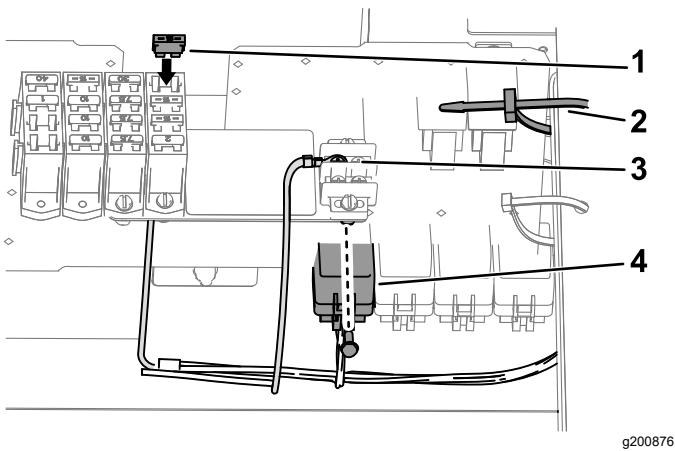

Bild 19
1. Fluchten Sie am Motorraumzweig (197 cm) des Kabelbaums das Relais mit dem 5-Buchsen-Stecker des Kabelbaums für das Finishingkit aus (**Bild 19**).
- Stecken Sie die Stifte des Relais in die Buchsen des Steckers (Bild 19).
- Fluchten Sie das Loch in der Befestigungsnase des Relais mit dem Loch in der Kabelplatte aus (Bild 19).
- Befestigen Sie das Relais mit der Bundkopfschraube (Nr. 10"-24 x 1/2") an der Platte (Bild 19).
- Entfernen Sie eine Schraube vom Erdungsklemmenblock (Bild 19).
- Setzen Sie bei Maschinen mit einem Flachstecker für das Anbaugerät am Sicherungskasten der Maschine die Sicherung in den Sicherungskasten ein (Bild 19).